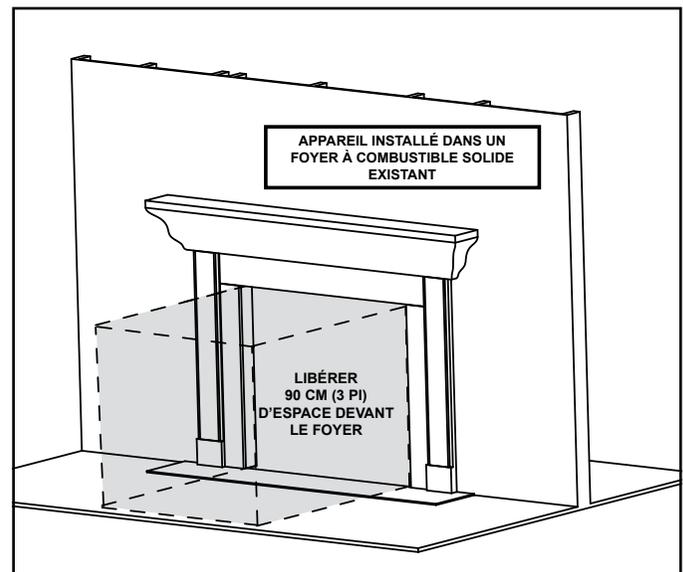

Figure 3.1 Exigences d'espace libre – Tous les modèles
**AVERTISSEMENT! NE PAS placer d'objets inflammables devant le foyer ou de manière à recouvrir les ailettes. Des températures élevées peuvent allumer un incendie. Voir la figure 3.1.**